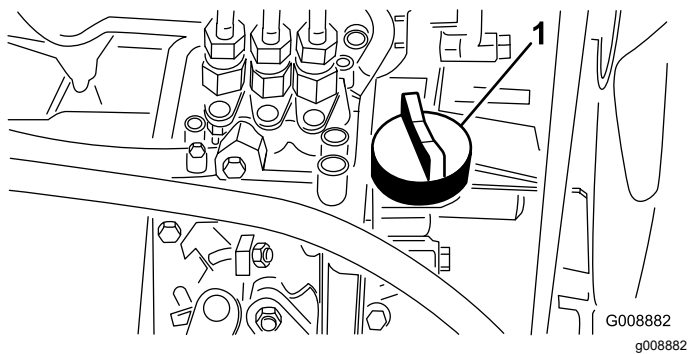

Рисунок 26
4. Если уровень масла низкий, снимите крышку маслозаливной горловины (Рисунок 26) и постепенно, небольшими порциями долейте масло, часто проверяя его уровень, пока он не достигнет метки Full (Полный) на измерительном щупе.